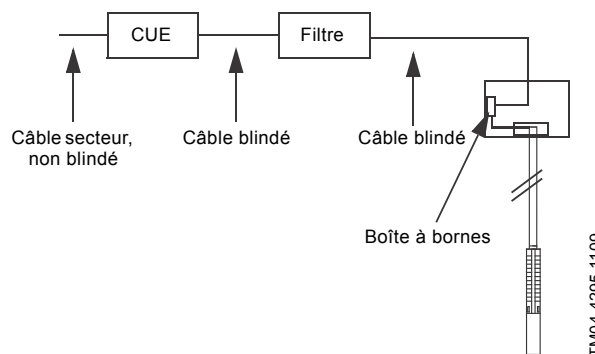

Fig. 23 Exemple d'installation sur sites sensibles aux interférences CEM
- installation sur sites sensibles aux interférences CEM. Voir fig. 23.